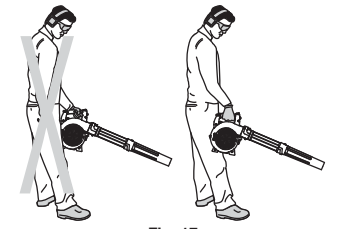

Fig. 17
AVERTISSEMENT : Après avoir démarré le souffleur, tenez-vous toujours du côté gauche de l'appareil pour l'utiliser, comme indiqué sur la figure 17, afin de ne pas bloquer l'entrée d'air.
- L'appareil est dans votre main droite, du côté droit de votre corps. N bloquez pas l'entrée d'air, car cela peut avoir des conséquences sur les performances de l'appareil (Fig. 17).
Tenez le souffleur de la main droite. Ne vous placez pas à droite du souffleur lorsque vous utilisez l'appareil (Fig. 17). Si vous le faites, vous bloquerez l'entrée d'air et cela peut avoir des conséquences sur les performances de l'appareil. Placez-vous plutôt du côté gauche de l'appareil pour optimiser son efficacité (Fig. 17).